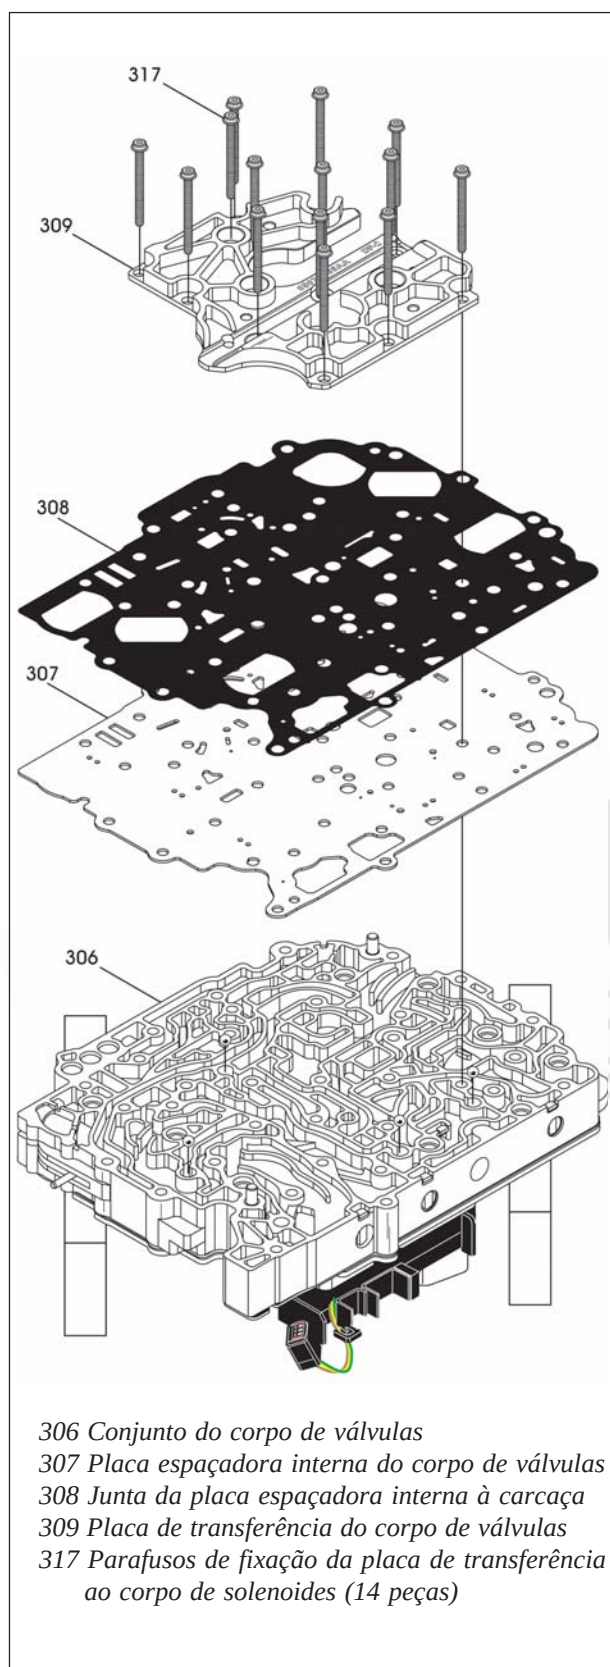

Figura 224
41. Instale a placa espaçadora interna sobre os pinos de alinhamento e no corpo de válvulas, conforme mostra a figura 224.
42. Instale uma nova junta da placa espaçadora interna sobre os pinos de alinhamento e na placa espaçadora interna, conforme mostra a mesma figura 224.
43. Instale a placa de transferência do corpo de válvulas na junta, conforme indicado pela figura 224.
45. Instale os 14 parafusos de fixação da placa de transferência ao corpo de solenoides conforme mostra a figura 224, utilizando uma chave torx T25.